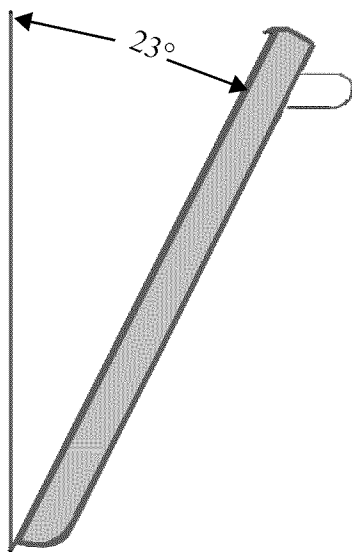

Figura 23: Ángulo aproximativo necesario para quitar la puerta.
3. Cierre la puerta hasta que se detenga contra los soportes de las bisagras. Estos mantienen la puerta entreabierta (*Figura 23*).
1. Coloque la puerta en el ángulo adecuado (*Figura 23*) e inserte las bisagras en las ranuras. Las bisagras se engancharán firmemente en las ranuras si se instala adecuadamente la puerta. No fuerce o tuerza la puerta.